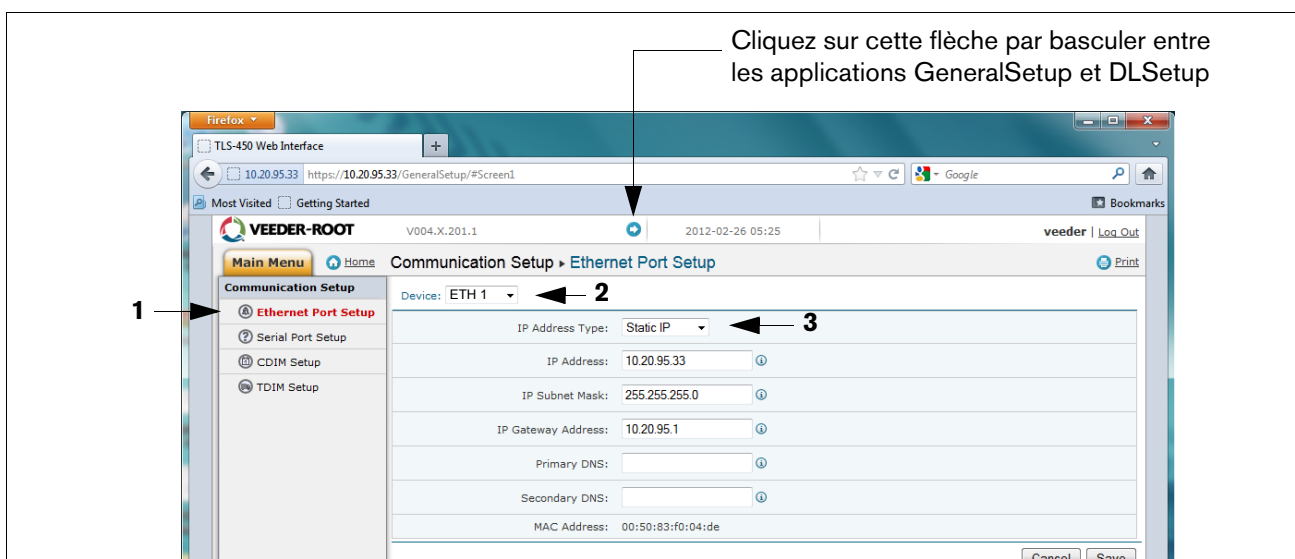

Figure A-4. Réglage des ports Ethernet
REMARQUE : l'enregistreur de données exécute deux applications simultanément ; l'une programme les protocoles de communication généraux (GeneralSetup), et l'autre programme la manière dont l'enregistreur de données recueille ses informations (DLSetup). La flèche bleu en haut au centre de l'écran permet de passer d'un programme à l'autre (voir Figure A-4.). Après avoir entré les sélections/modifications dans les champs d'une page, cliquez sur le bouton Enregistrer pour sauvegarder vos données, ou sur Annuler pour les effacer. Les écrans de programmation utilisés pour configurer l'enregistreur de données sont indiqués dans le Tableau A-1.
7. Sur la page « Réglage des communications » (voir Figure A-4.), cliquez sur « Réglage des ports Ethernet » (1) et sélectionnez le type d'appareil « ETH 1 » (2) depuis le menu déroulant. Dans le champ Type d'adresse IP (3) :
Si le site utilise une adresse IP statique, sélectionnez « IP statique », puis entrez l'adresse IP attribuée par votre administrateur réseau. Cliquez ensuite sur le bouton « Enregistrer » pour conserver ces paramètres (voir l'exemple à la Figure A-4.).